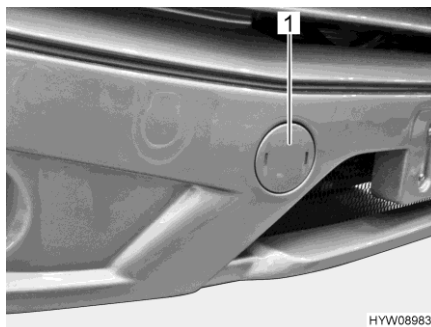

Fig. 38 Cubierta (alojamiento de la argolla de remolque)
- Retirar la tapa (Fig. 38,1) usando un destornillador como palanca.